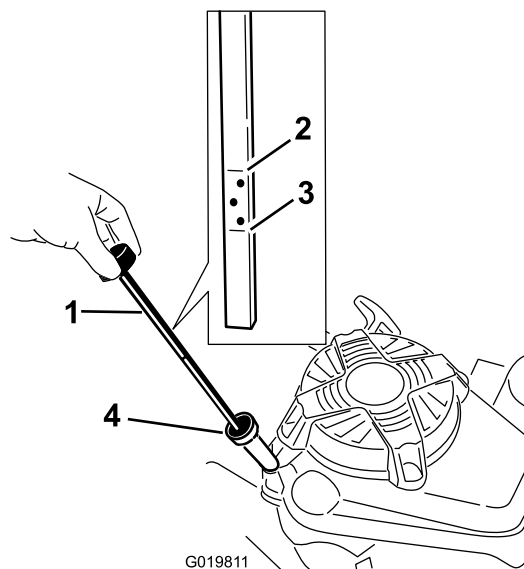

Figure 6
6. Observez le niveau d'huile indiqué par la jauge (Figure 6).
3. Si le carter est vide, versez de l'huile dans le goulot de remplissage jusqu'à ce que le carter soit rempli aux 3/4 (Figure 6).